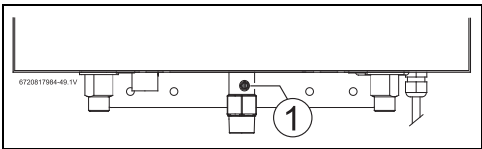

Fig. 36 Port d'essai de pression du gaz
- Localiser le port d'essai de pression du gaz en entrée (voir fig. 36).
- Desserrer la vis à l'intérieur du raccord-union du port de test (ne pas l'enlever) et raccorder le tube du manomètre au port de test (voir fig. 36).